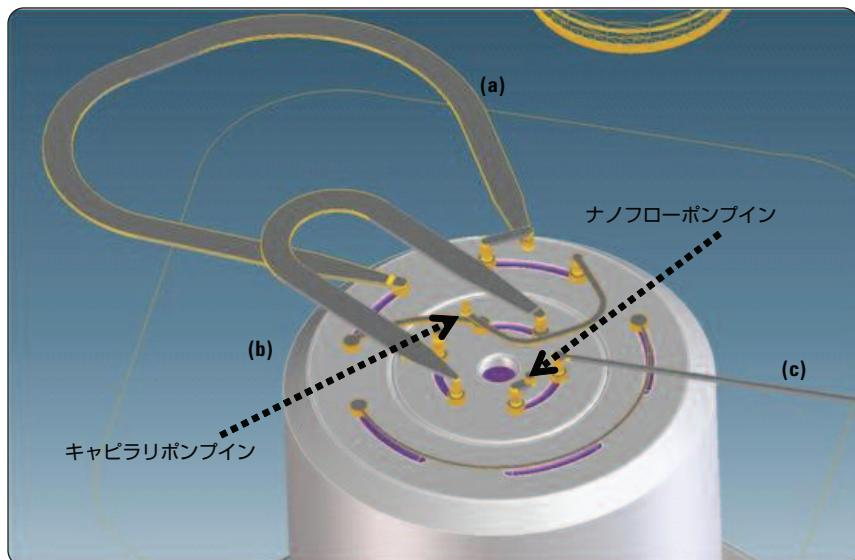

図 1
図 1 は、mAb-Glyco chip の構造を示しています。チップには、次の要素が統合されています：(a) 固定化 PNGase F ビーズを充てんした 310-nL 酵素リアクター (ER)、(b) 160-nL 多孔性グラファイトカーボン濃縮カラム (PGC-EC)、(c) 43-mm PGC 分析カラム (PGC-SC)、分析対象物を質量分析計に直接送るためのナノエレクトロスプローチップ (図には示さず)。mAb-Glyco chip では、Chip-Cube の同心ローターインローターバルブ設計が使われています³。これにより、酵素リアクターと PGC 濃縮カラムを個別に切り替え、キャピラリポンプのフローパスにつなげたり切り離したりすることが可能になっています表 1 に、可能なすべてのチップバルブポジションをまとめます。